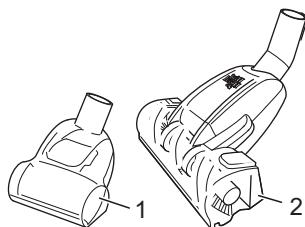

Abb. 8
- **Mini-Turbobürste (Abb. 8/1)**
- **„Fello“ Tierhaar-Turbobürste (Abb. 8/2)**